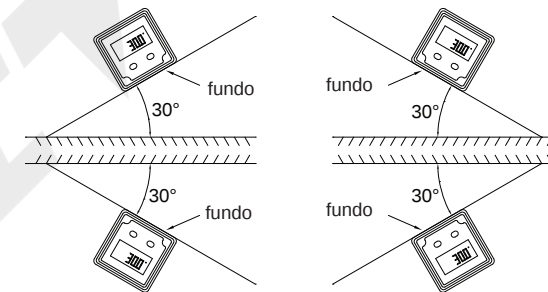

fig.4
7. O instrumento pode ser usado em quatro orientações; o visor vira quando a parte inferior está voltada para cima (Fig. 4).